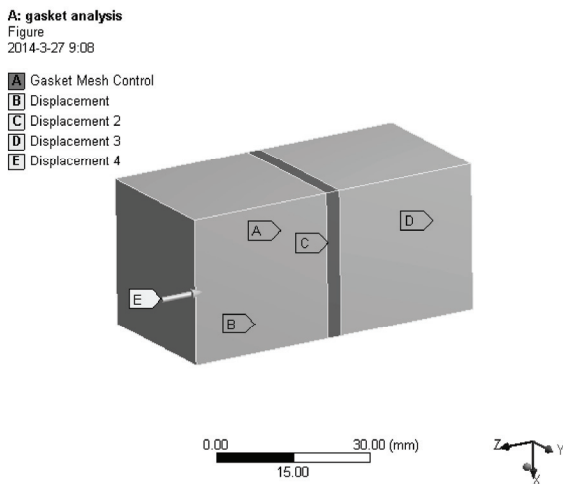

图 17-15 边界条件示意图
7) 选择 Mechanical 界面左侧 Outline 树结构图中的 Static Structural (A5) 选项, 查看边界条件示意图, 如图 17-15 所示。